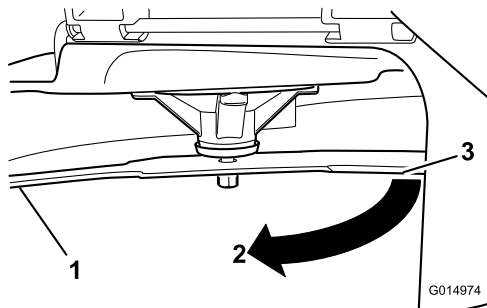

Figure 60
3. Seconde distance mesurée entre la lame et la surface (B)
4. Tournez la même lame de 180 degrés pour amener l'autre tranchant à la même position (Figure 60).